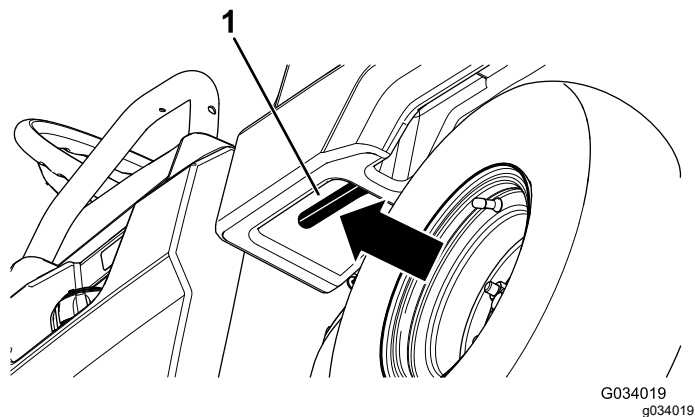

図 13
1. 荷台内側左にあるレバーを引いて荷台を持ち上げる図 13。
1. ラッチバーを引き上げて荷台を少し持ち上げる図 13。